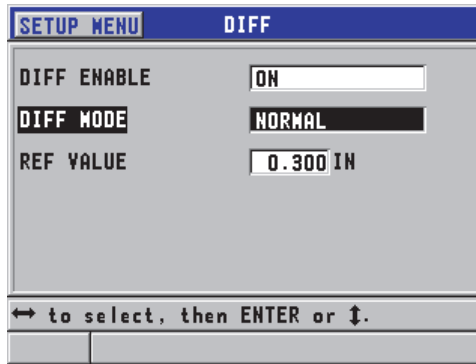

Figura 7-2 Tela DIFF
2. Na tela **DIFF** (veja Figura 7-2 na página 143):